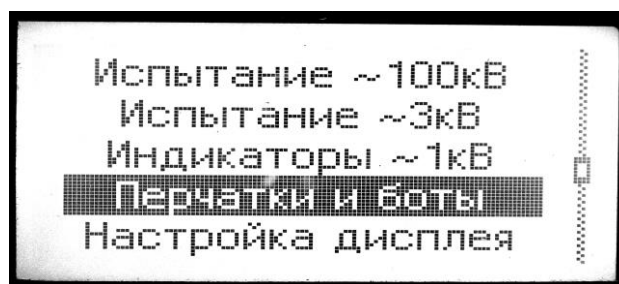
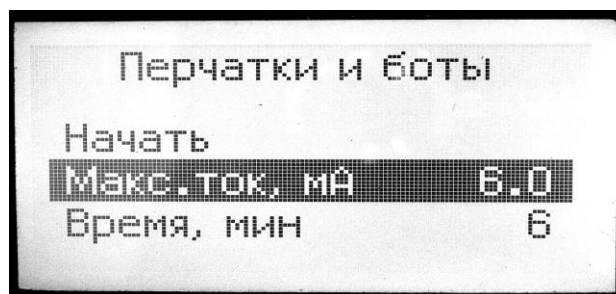
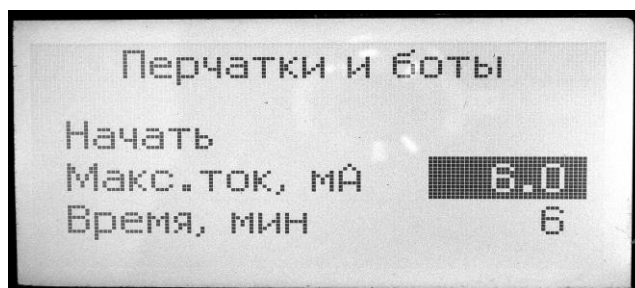

Рис. 8.17
Рис.8.18
Рис.8.19
8.5.8. Нажать кнопку «ПУСК» на лицевой панели БУ. На экране появится изображение главного меню и загорится красный сигнальный светильник над входом на испытательное поле. Нажимая кнопки «▲»или «▼» блока управления выделить строку основного меню «Перчатки и боты» (см. рис.8.17) и нажать кнопку «ВЫПОЛНИТЬ» блока управления (включится сирена на 1-2с.) На рис. 8.18 показан вид экрана при включении указанного режима. Нажимая кнопки «▲»или «▼» блока управления выбираем строку «Макс. ток.» и нажимаем кнопку «Выполнить». Вид дисплея приведен на рис. 8.19. Нажимая кнопки «▲»или «▼» блока управления устанавливаем необходимую величину тока нагрузки (максимально допустимый ток одной перчатки) Установив требуемое значение тока - нажать на кнопку «ВЫПОЛНИТЬ». Затем аналогично устанавливаем требуемое время испытания.
При этом прибор переходит в меню регулировок режима «Перчатки и боты» - рис. 8.18. Далее активизировав строку «НАЧАТЬ» и нажав кнопку «ВЫПОЛНИТЬ» оператор переходит к испытанию следующей партии перчаток.